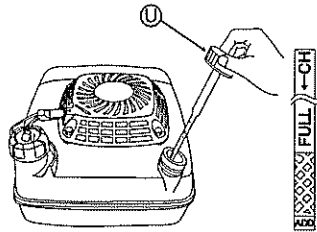

Fig. 7.
- 1 Enlevez le bouchon du réservoir à huile (U), sortez l'indicateur de niveau d'huile, et insérez-le sans le visser. (Voir Fig. 7.)
- 2 Enlevez le bouchon du réservoir à huile (U), et vérifiez que le niveau d'huile se trouve bien entre les limites supérieure et inférieure de l'indicateur de niveau d'huile.
- 4 Refermez bien le bouchon du réservoir à huile (U) après vérification.